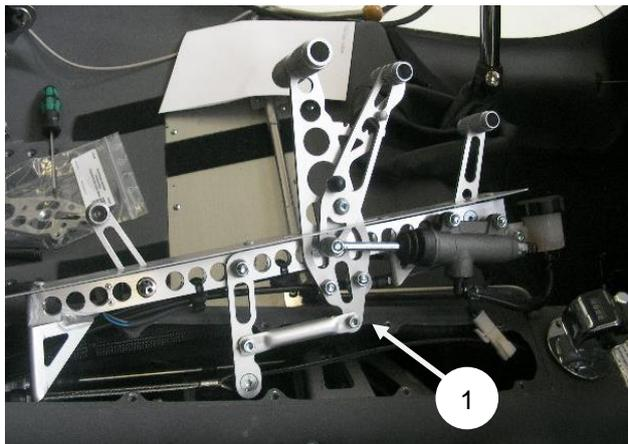
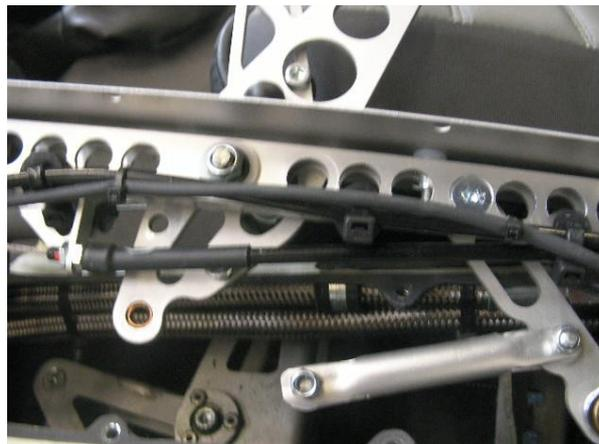

Abb. 1 – Ausgebaute Mittelkonsole
Abb.2 – Untere Gashebel Verbindung
- 2 Falls nicht installiert, Mittelkonsole ausbauen gemäß MMM 67-10-00 4-1 (Abb. 1)
- 3 Untere Gashebel Verbindung – vordere Schraube der Gas-Schubstange demontieren (Abb. 1, 1 und Abb. 2)